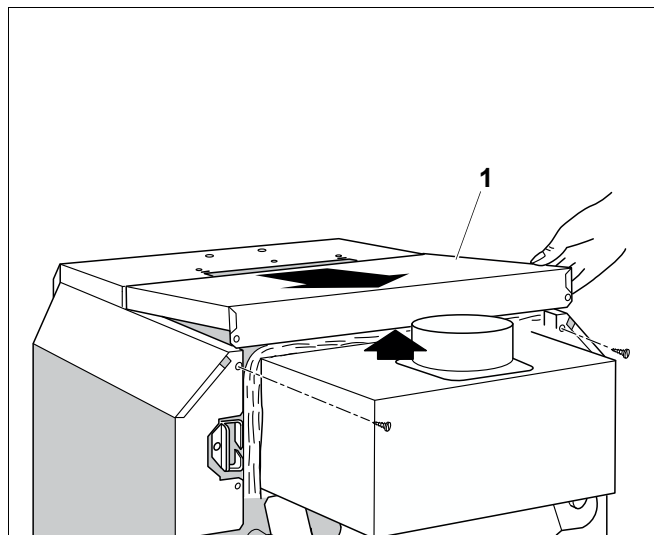

Рис. 13 Снятие крышки котла
- Выкрутить оба крепежных винта задней крышки котла (рис. 13, **поз. 1**). Приподнять заднюю крышку и снять ее, подав назад (рис. 13).